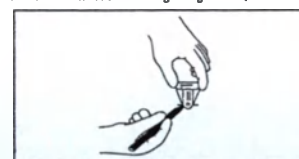

ABBILDUNG 9
- Um die exakte Position des MAGNA-SITE™ zu bestimmen, wird der MAGNA-FINDER™ um 90° gedreht und dann wiederum langsam hin- und hergeschoben. Wenn der Magnetlokalisator wiederum senkrecht steht, werden zwei weitere Markierungen angebracht (siehe Abbildung 9).